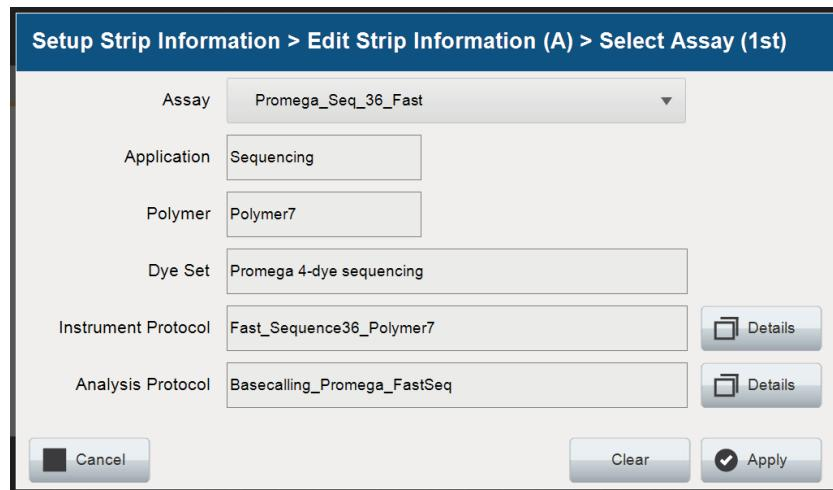

図 88 Select Assay 画面からの Instrument と Analysis Protocol の確認
- 選択した assay に関する Instrument Protocol や Analysis Protocol の設定は、これらのフィールドの横にある **Details** を選択することで確認できます。（図 88）